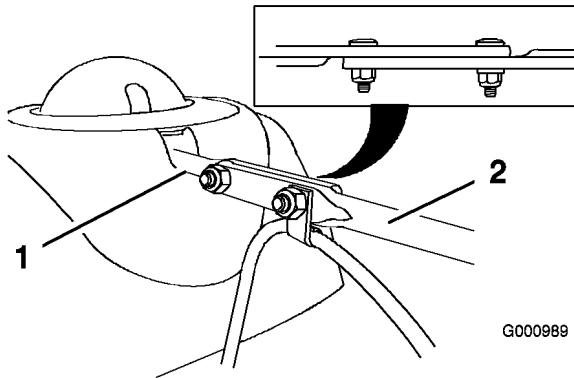

Figure 14
- Alignez l'extrémité plate arrière de la longue tige d'orientation de l'éjecteur sur l'extrémité plate avant de la tige courte qui part du panneau de commande, de façon à les engager l'une dans l'autre (Figure 14).